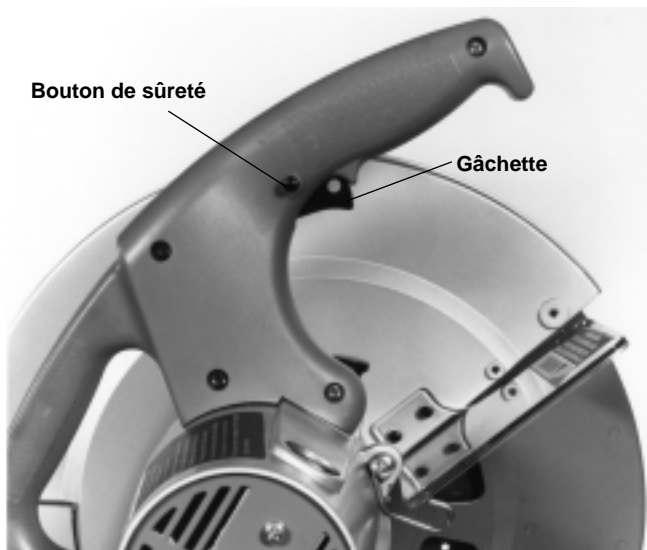

Figure 4 – Commandes
NOTA ! Fonctionnement des interrupteurs (Figure 4)
- Démarrez l'appareil en tenant la poignée fermement et en appuyant sur le bouton de sûreté. Tout en tenant le bouton de sûreté appuyé, tirez sur la gâchette (*Figure 4*).
1. Démarrez l'appareil en tenant la poignée fermement et en appuyant sur le bouton de sûreté (Figure 4). Tout en tenant le bouton de sûreté appuyé, tirez sur la gâchette. Attendez que le moteur arrive à plein régime avant d'entamer la coupe (Figure 5).